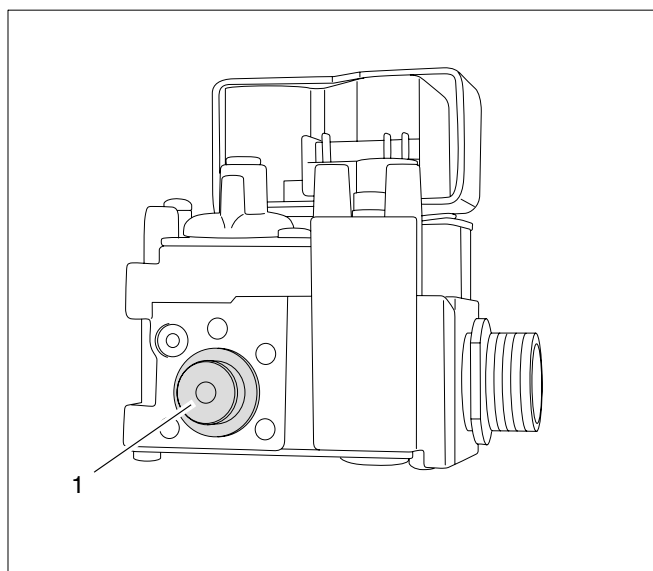

Fig. 55 Demontarea duzei de gaz
- Scoateți duza din robinetul de gaz (vezi Fig. 55, Poz. 1).